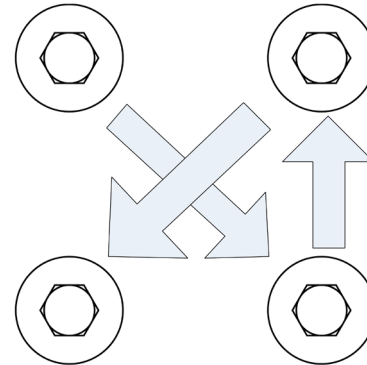

Figura 41: Aperte em um padrão em cruz
2. Sempre instale os fixadores de forma escalonada [consulte **Figura 41**].